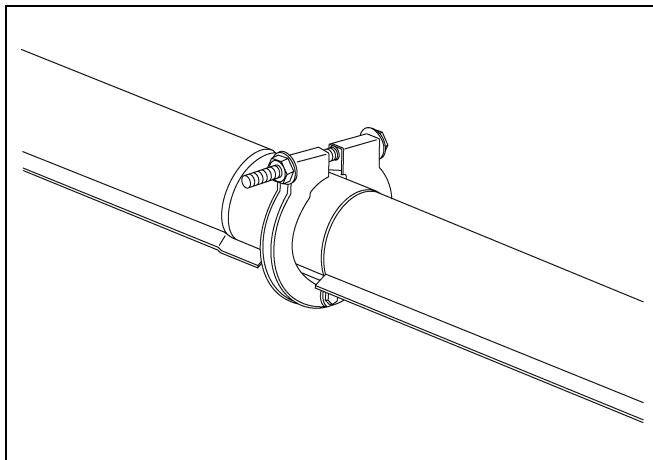

Рисунок 4L
- Начните сборку со стороны воронки кормораздаточной линии и соедините все трубы шнека вместе. Используйте хомут трубы в форме наручника для каждого соединения, как показано на Рисунок 4L и установите изолятор в сборе на воронку с интервалом в 20 футов (6,1 м), как показано на Рисунок 4M. Для секций труб, длина которых не составляет 10 футов (3,0 м), устанавливайте изоляторы через каждое соединение.